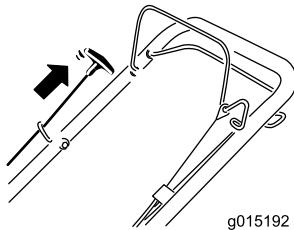

Figura 21
4. Sujete la barra de control de la cuchilla contra el manillar y tire del arrancador de retroceso (Figura 21).